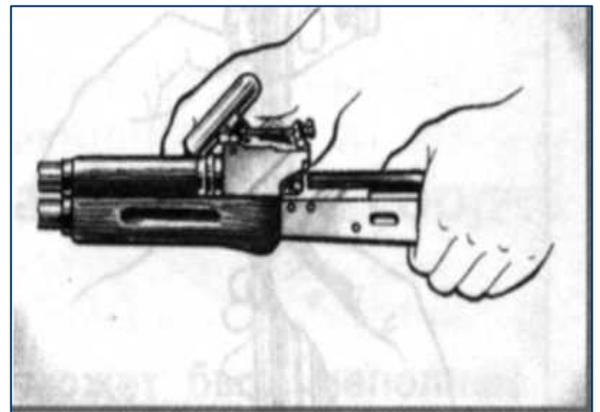

Рис.8 Отделение газовой трубки со ствольной накладкой.
9) Отделить газовую трубку со ствольной накладкой Удерживая автомат левой рукой, правой рукой надеть пенал с принадлежностью прямоугольным отверстием на выступ замыкателя газовой трубки, повернуть замыкатель от себя до вертикального положения и снять газовую трубку с патрубком газовой камеры (рис. 8).